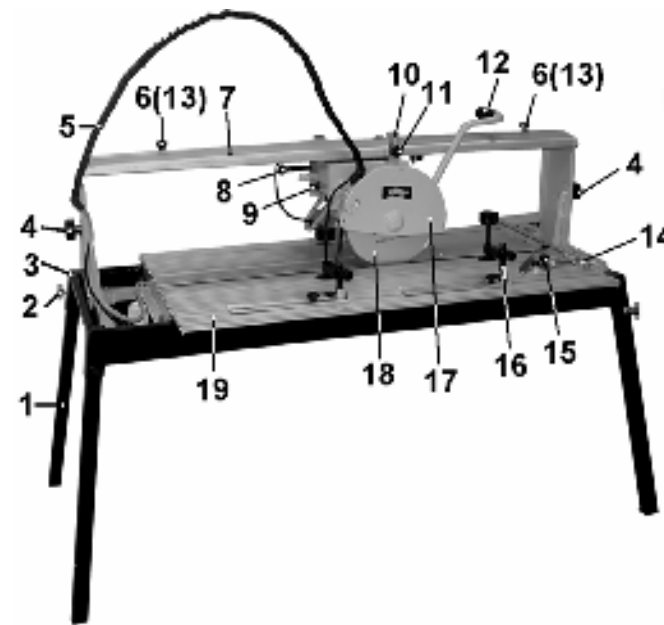

Рис. 2
13. ТЕХНИЧЕСКОЕ ОБСЛУЖИВАНИЕ (Рис. 2,3)
7. УСТРОЙСТВО Рис. 2,3
8. ТРАНСПОРТНОЕ ПОЛОЖЕНИЕ (Рис. 2)